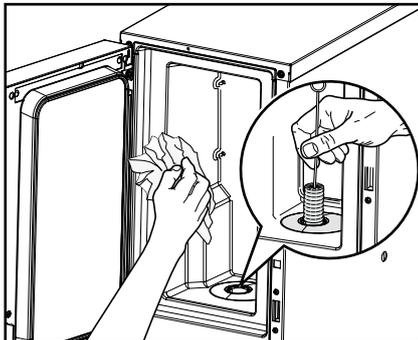

Abb. 25
4. Reinigen Sie den Innenbereich des Kühlfachs (Abb. 25):